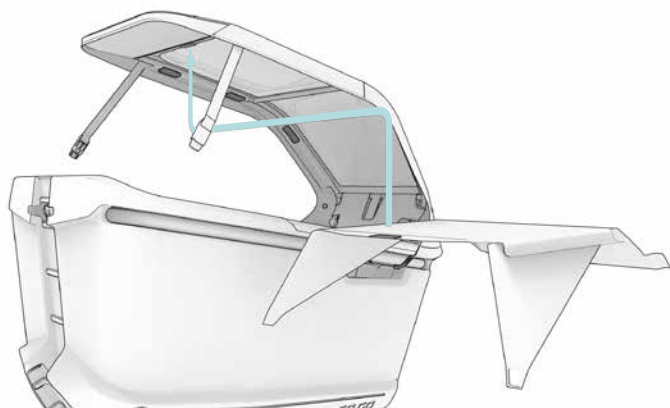

Fig. 47
La protection contre le soleil ① s'installe à plusieurs endroits à l'intérieur de l'All-Weather-Top à l'aide de velcros (fig. 47).